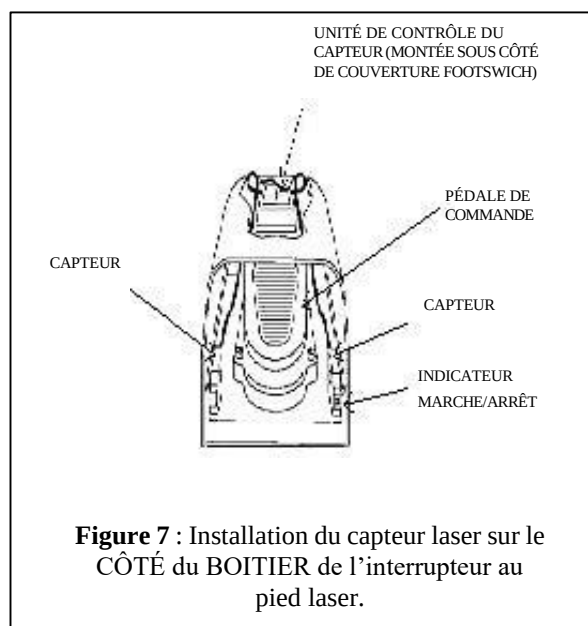

Figure 7 : Installation du capteur laser sur le CÔTÉ du BOÎTIER de l'interrupteur au pied laser.
3. Placez l'interrupteur au pied laser sur une surface de travail facilement accessible (Figures 7 et 8).
4. À l'intérieur du boîtier de l'interrupteur au pied (Figure 7), positionnez le capteur de transmission et le capteur de réception sur les côtés opposés de l'interrupteur au pied. Ne placez pas les capteurs sur les côtés de l'interrupteur au pied.